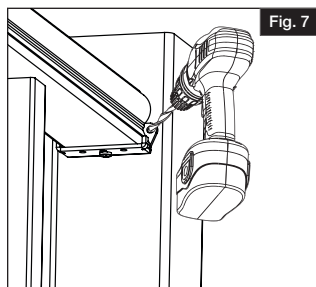

Fig. 7
Pre-drill one ⅛" diameter hole through top rail and aluminum insert for each side of top rail brackets only. Fasten with #10 x 1" flat head square drive screws (Fig. 7).
- a. Centre el travesaño sobre el poste. a continuación, con la ayuda de una broca de $\frac{5}{32}$ " , taladre el primer agujero en ángulo a través del soporte de travesaño superior, la funda de poste de vinilo y hasta el poste de madera (o el espaciador de plástico del kit de instalación del poste) (Fig. 7).
y coloque el tramo de travesaño entre los postes (Fig. 7).
Taladre un agujero de ⅛" de diámetro a través del travesaño y de la inserción de aluminio para cada uno de los lados de los soportes de travesaño superior únicamente. Sujetar con tornillos cuadrados de cabeza plana #10 de 1" (Fig. 7).